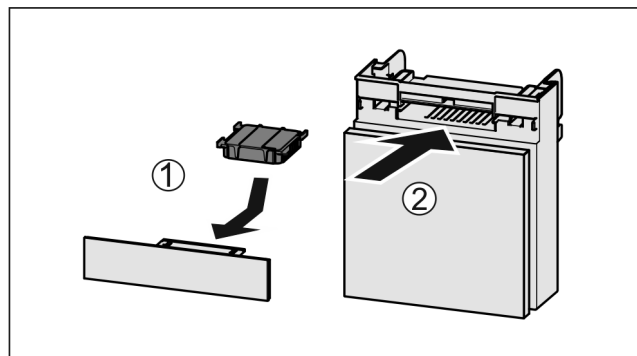

Fig. 183
- ▶ 按图装入 Fig. 183 (1) 活性炭过滤器。
- ▶ 推入 Fig. 183 (2) 抽屉。